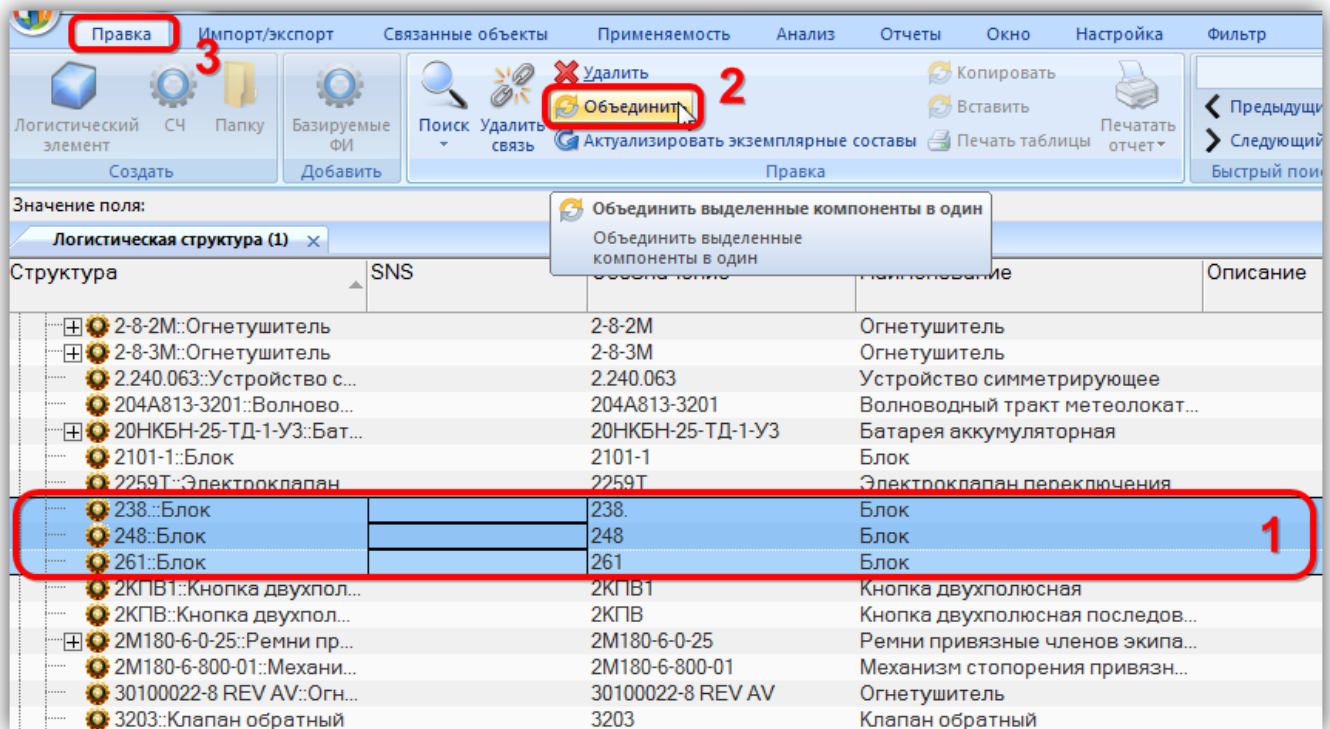

Рис. 10-36 – Объединение нескольких компонентов в один
- 2) Раскрыть логистическую структуру и выбрать два или более компонентов, которые необходимо объединить в один (1 на рис. 10-36) и нажать кнопку «Объединить» (2 на рис. 10-36) на вкладке «Правка» (3 на рис. 10-36).